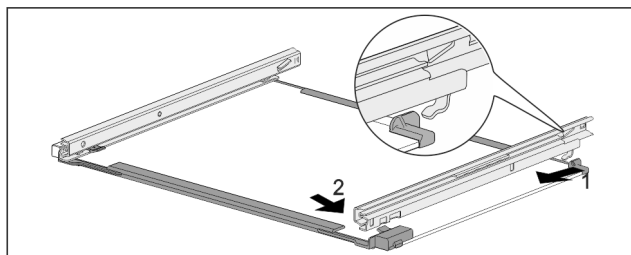

Fig. 201 Ripiano in vetro con guide
- Agganciare la guida sul lato posteriore. Fig. 201 (1)
- Innestare la guida sul lato anteriore. Fig. 201 (2)